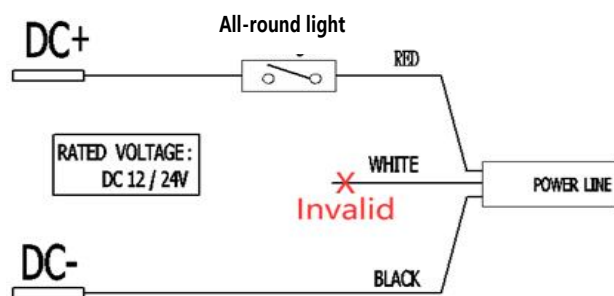

图 7 电源线连接图
3.2.5 底座固定好之后，将带防水接头的电源线穿过底座正中的线孔，然后进行接线作业。输入电源线的连接如下：产品默认电源输入线外露长度为 500mm。用户根据实际需求准备好相应长度的延长电源线。并按图 7 所示连接船艇的电源和控制板。用户在接线过程中，应确保延长电源线的接头位置做好可靠的防水处理，以避免产品因漏水而无法正常工作。